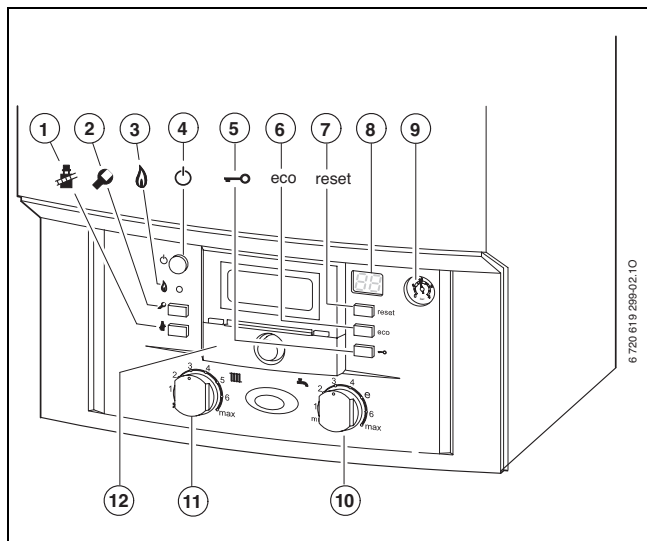

Рис. 9
- вбудувати у прилад погодозалежний регулятор, → Рисунок 9, [12], сторінка 24. Звідси відбувається поширення елементів керування на прилад.